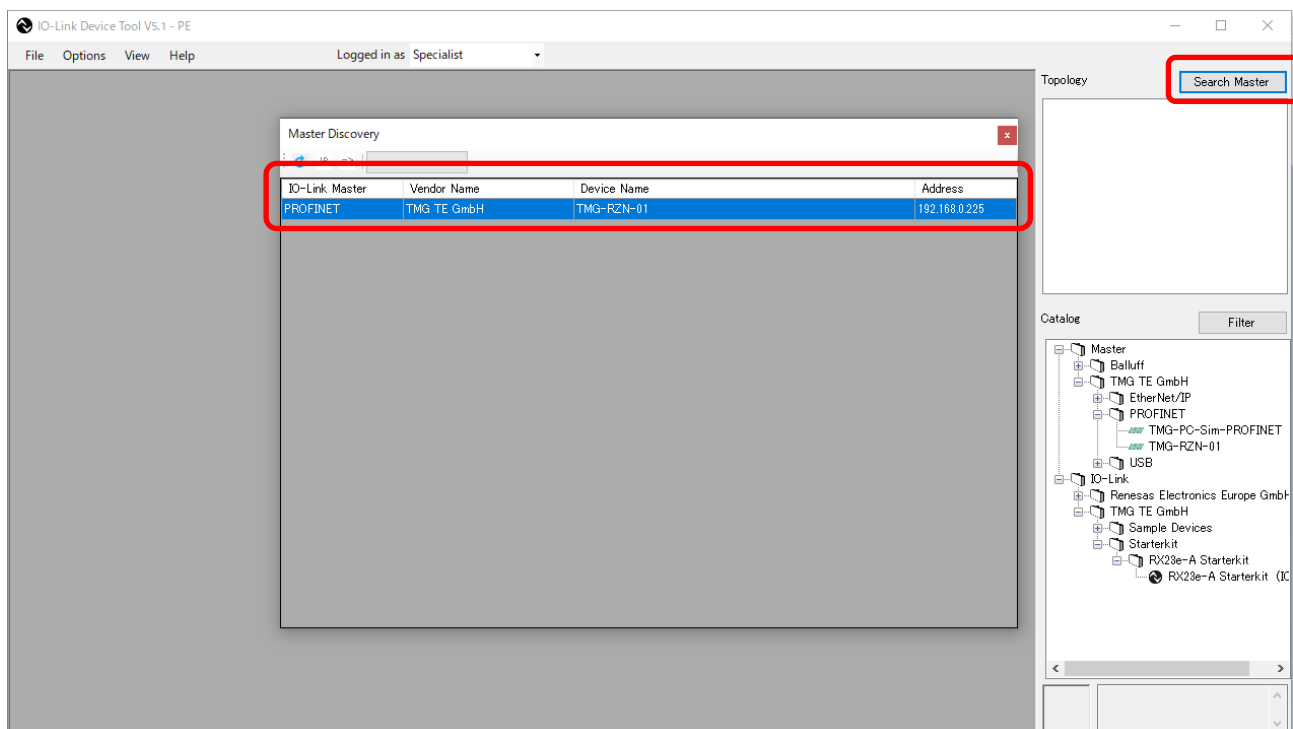

図 5-6 IO-Link Device Tool V5.1 – PE (IO-Link マスターの検索)
1. ウィンドウの右上にある「Search Master」ボタンをクリックします。図 5-6 のように、RZ/N1S-IOlink が「Master Discovery」ウィンドウに表示されます。